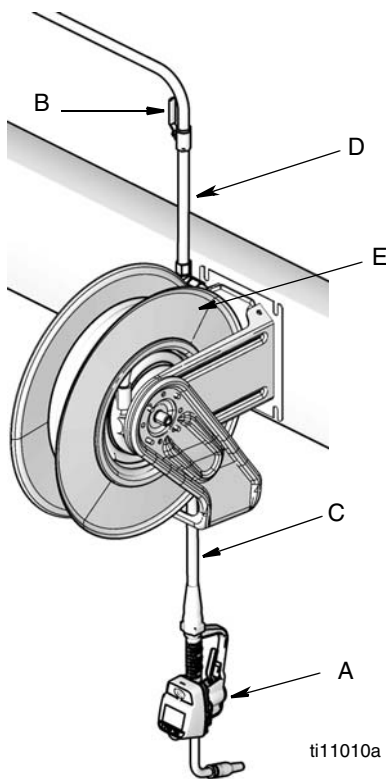

FIG. 1
Installations types FIG. 1
L'installation type figurant dans FIG. 1 est donnée à titre indicatif. Il ne s'agit cependant pas d'un schéma de système complet. Consultez votre revendeur Graco qui vous aidera à concevoir un système répondant à vos besoins.
2. Fermer la vanne d'arrêt (B, FIG. 1).
1. Fermer la vanne d'arrêt produit (B, FIG. 1, page 6) à chaque poste de distribution.
4. Ouvrir lentement la vanne d'arrêt (B) à chaque poste de distribution. Laisser s'écouler une quantité d'huile suffisante pour s'assurer que tout le système est propre, puis refermer la vanne.